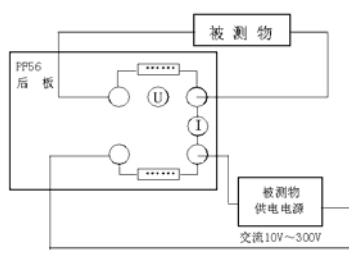

图 4 被测物接线图
5.2.1 按下图 4 接线，将被测物两端分别接仪器后板“被测负载 / LOAD”；被测物供电电源两端分别接仪器后板“被测输入 / SOURCE”。